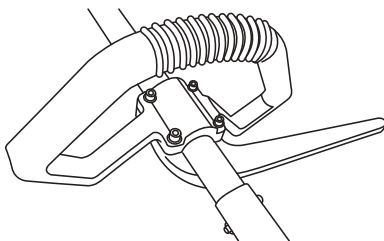

Рис. 4. Установка рабочей рукоятки
3. Установите в рабочее положение и закрепите винтами рабочую рукоятку (Рис. 4).